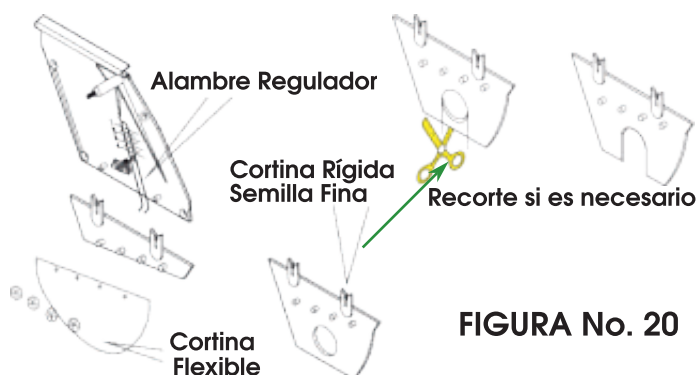

FIGURA No. 20
- Tome la tapa y regule la posición del alambre regulador de la cortina divisora (**Figura No. 20**), la escala va de 1 a 4, entre mas pequeña sea la semilla debe darle mas profundidad al alambre. Si la pantalla regulable no es suficiente para evitar una sobrealimentación, se necesita sustituirla con una cortina rígida que tiene un orificio.